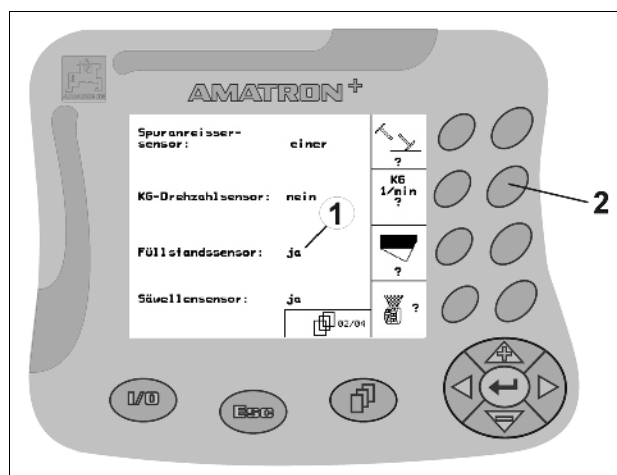

Рис. 15
- Один раз нажмите функциональную клавишу (Рис. 15/2)
→ Функция **Вкл.** (Рис. 15/1).